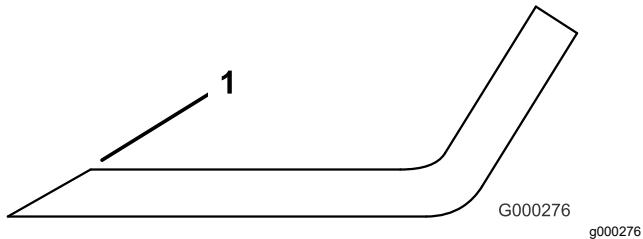

Figura 92
3. Inspeccione los filos de corte de todas las cuchillas, y afílelos si están romos o tienen mellas (Figura 92).
Nota: Afile únicamente la parte superior del filo y mantenga el ángulo de corte original para asegurar un filo correcto (Figura 92). La cuchilla permanece equilibrada si se retira la misma cantidad de material de ambos filos de corte.